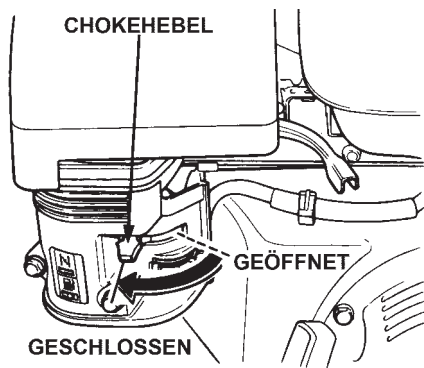

Abbildung 25. Chokehebel des Motors
- Den **Chokehebel** (Abbildung 25) in die „**GEÖFFNETE**“-Stellung bringen.
- Nach dem Anlassen des Motors den Chokehebel (Abbildung 25) langsam in die „**GESCHLOSSENE**“-Stellung zurückbringen. Wenn der Motor nicht angesprungen ist, die Schritte 1 bis 5 wiederholen.